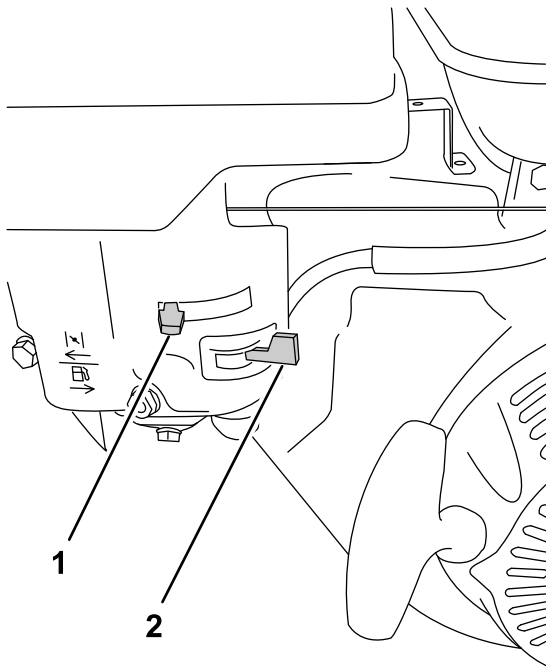

Bild 14
1. Bewegen Sie den Kraftstoffhahn in die Stellung EIN (Bild 14).
3. Positionieren Sie den Choke folgendermaßen (Bild 14):